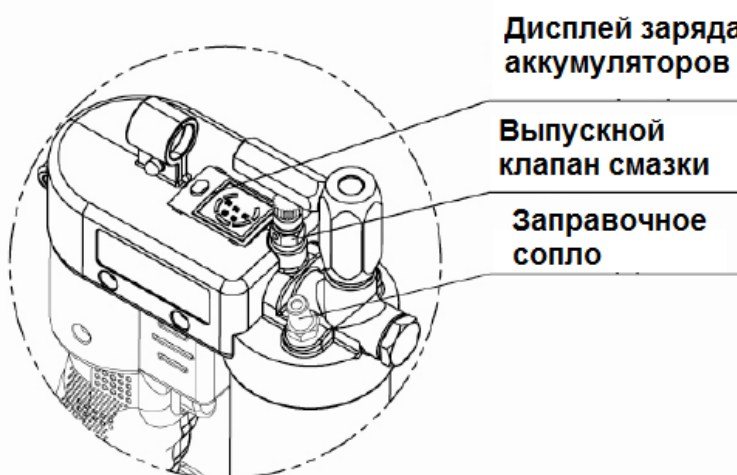

Рис. 4
- 1) Вставьте заправочное сопло шприца в гнездо заправочного насоса. Запустите заправочный насос, чтобы заполнить контейнер. Остановите насос, когда стержень штока выдвинется примерно на 20 см. (см. Рис. 4).